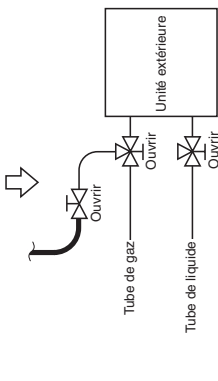

Fig. 7-2
- Si la quantité de charge de réfrigérant supplémentaire ne peut pas être chargée en une fois, chargez le réfrigérant restant sous forme liquide en utilisant le robinet de service de tube de gaz avec le système en mode refroidissement lors de la marche d'essai. (Fig. 7-2)